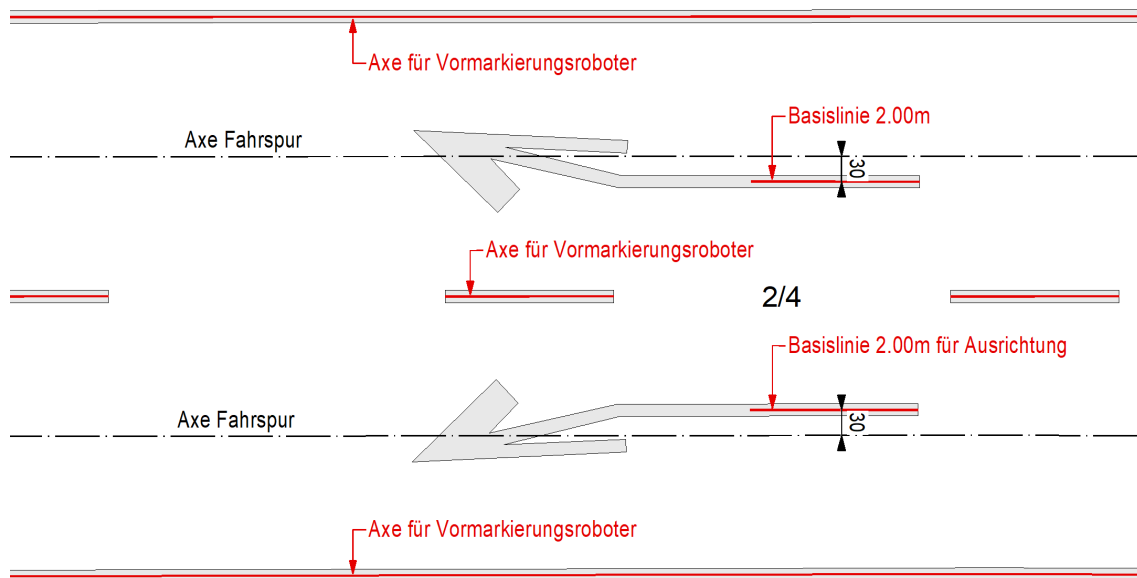

Abbildung 2 Einspur- und Richtungspfeile inkl. Mittellinie
- Die Pfeile werden 30cm von der Axe versetzt markiert (Abbildung 2)